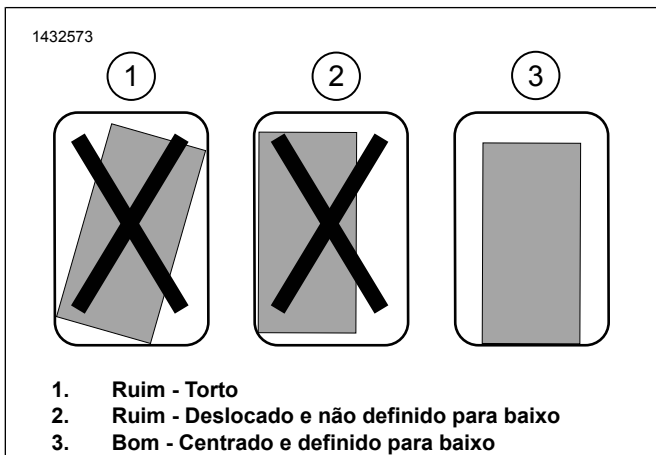

Figura 11. Instalação do suporte de montagem
- a. Figura 11 Teste o ajuste do conjunto do suporte de montagem. O suporte deve estar reto, centralizado e o mais próximo possível do fundo do alforje.
- c. Figura 11 Teste o ajuste do local final garantindo que o suporte fique reto, centralizado e o mais próximo possível do fundo do alforje.